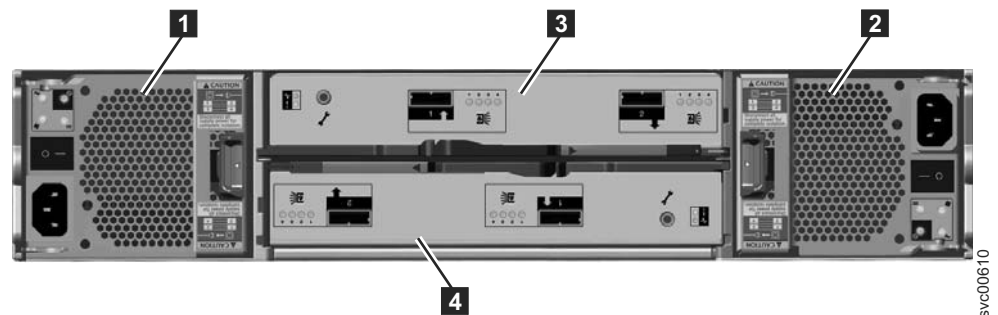

Abbildung 6. Rückansicht eines Erweiterungsgehäuses Modell 2076-212 oder Modell 2076-224
Abb. 6 zeigt die Rückansicht eines Erweiterungsgehäuses mit der Position der Stromversorgungseinheiten und der Einschübe. Informationen zu den Ports und zu deren Verwendung finden Sie später in diesem Abschnitt.
- In der Mitte des Gehäuses befinden sich zwei Einschübe. Jeder Einschub wird als Erweiterungseinschub bezeichnet. Der obere Einschub (siehe Abb. 6) ist Einschub **3** und der untere Einschub ist Einschub **4**. Einschub 3 zeigt mit der Oberseite nach oben und Einschub 4 umgekehrt mit der Oberseite nach unten.